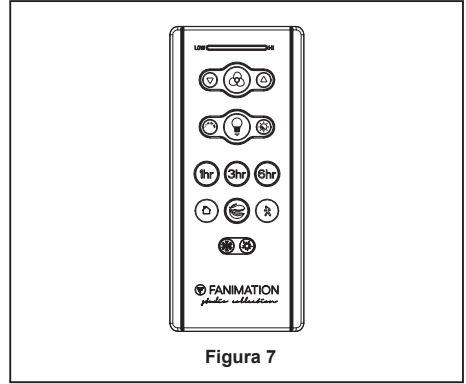

Figura 7
- 7.** Asegure el vidrio en la ensamble del kit de iluminación girándolo en el sentido de las agujas del reloj. Gire el vidrio gradualmente **hasta que encaje en la ensamble del kit de iluminación.** Sin apretar demasiado. (Figura 7)
7. Funciones del control remoto: (Figura 7)